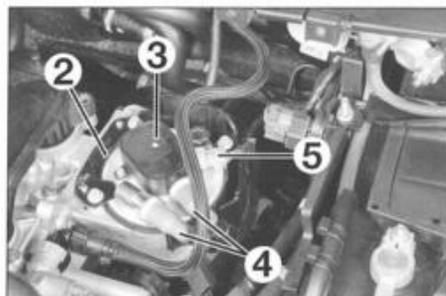

FIG. 42
- la chapa de freno (2) (fig. 42).
Si el filtro debe ser sustituido, desmontar y recuperar el calefactor (3) (fig. 42).